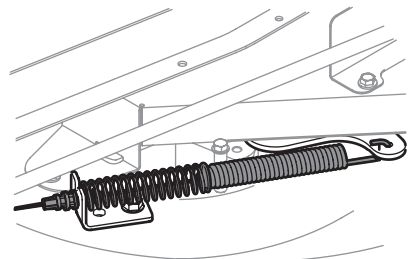

Figure 33
8. Écartez le câble de la prise de force de l'arrière du plateau de coupe en retirant la goupille-épingle qui le retient. Retirez le ressort du support de la poulie de tension du plateau de coupe (Figure 33).